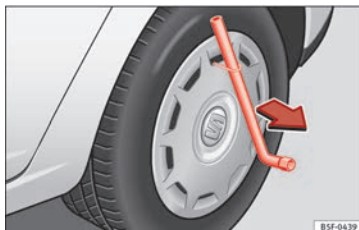

Fig. 182 Retire o tampão integral.
– Retire o tampão integral da roda com o gancho metálico » Fig. 182.